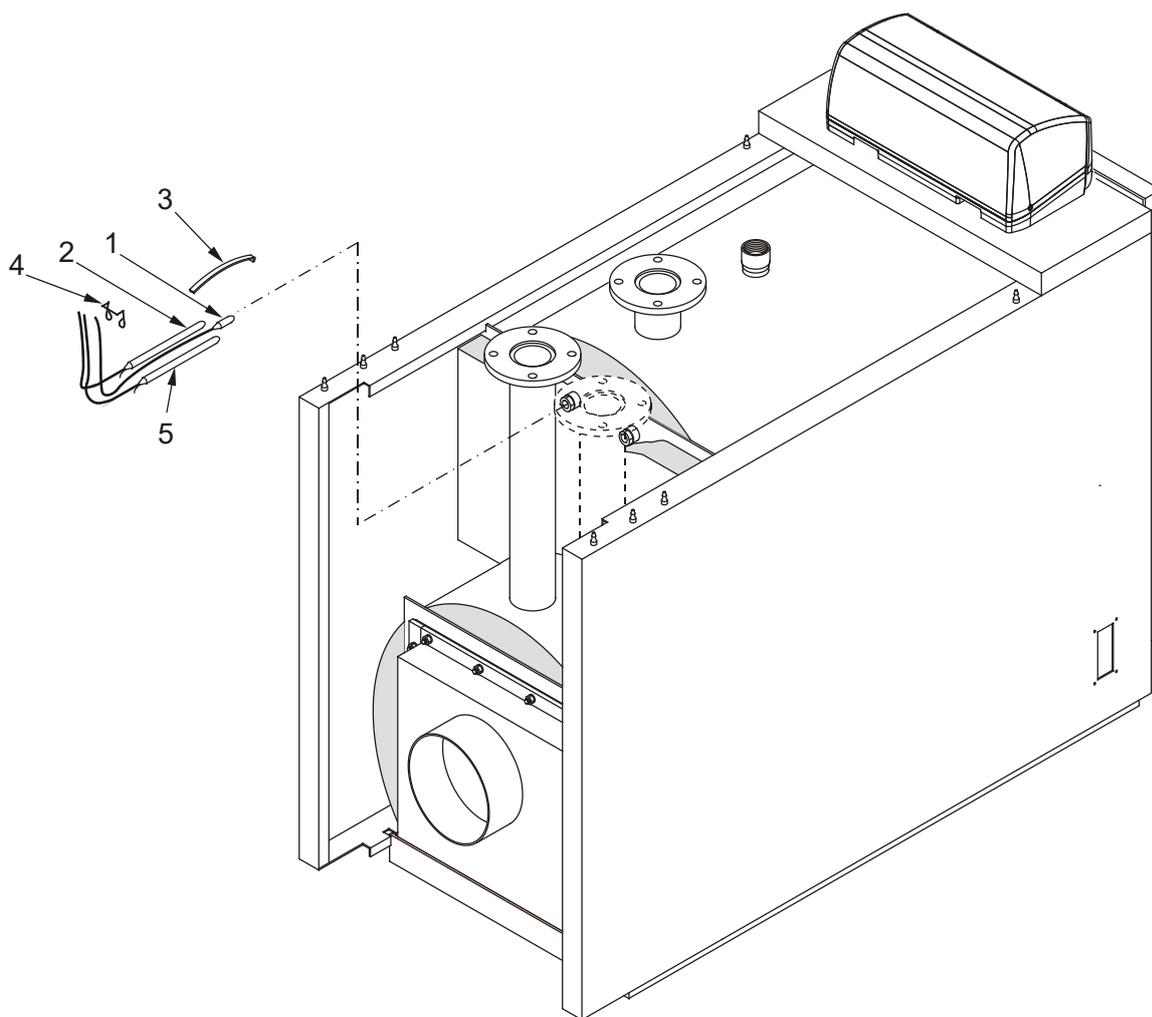

fig. 21
fig. 21 e, a seconda del pannello strumenti installato sulla caldaia, le sonde come illustrato negli schemi elettro-idraulici (pag. 26).
- G) Inserire nelle guaine i bulbi degli strumenti come indicato in fig. 21 e, a seconda del pannello strumenti installato sulla caldaia, le sonde come illustrato negli schemi elettro-idraulici (pag. 26).
- H) Inserire nelle guaine i bulbi degli strumenti come indicato in fig. 21 e, a seconda del pannello strumenti installato sulla caldaia, le sonde come illustrato negli schemi elettro-idraulici (pag. 26).
- Eseguire il collegamento elettrico del pannello alla linea di alimentazione, al bruciatore ed alle eventuali pompe, etc. Richiudere il coperchio del quadro elettrico. Far passare la spina del bruciatore attraverso la piastrina laterale (pos. 20) dal lato in cui si vuole uscire e bloccare i cavi con i pressacavi forniti. Fissare le piastrine (pos. 20) ai fianchi mantello.
- I) Montare i pannelli posteriori (pos. 21 e 22).